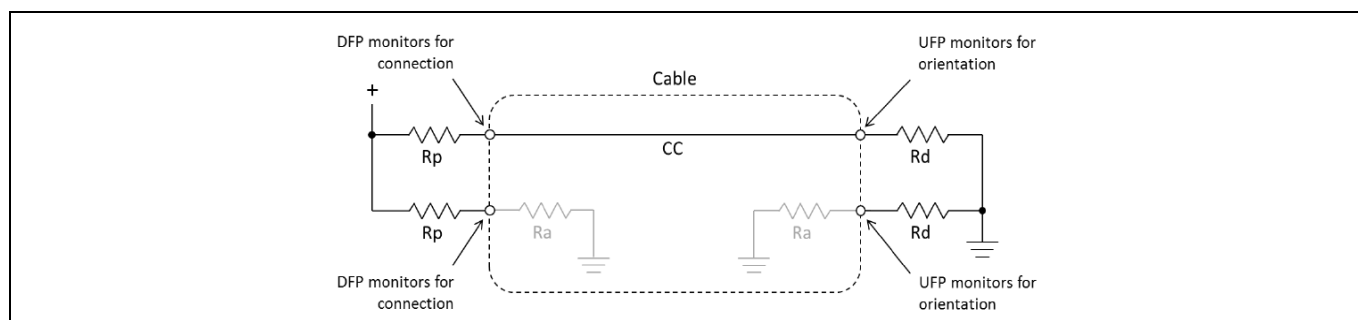

Figure 4 Type-C 接続方向の検出 1
Figure 4 に示すように、Type-C ダウンストリーム対向ポート (DFP) は終端抵抗 R_p をその CC ピン (CC1、CC2) に接続し、Type-C アップストリーム対向ポート (UFP) は終端抵抗 R_d をその CC ピンに接続します。特に USB 接続でのデータフローと関連付けられた DFP は通常、PC やハブなどのホスト上のポートです。デバイスはこれらのポートに接続します。初期状態では DFP は VBUS と VCONN へ電源を供給します。一方 UFP はホストに接続するデバイスやハブ上のポートです。初期状態では UFP は VBUS から電源供給を受けます。
これらのケーブルは Figure 4 に示すように終端抵抗 R_a を VCONN ピンに接続します。CC ピン上の終端抵抗 R_p と R_d は接続イベントを検出しケーブルの方向を識別します。DFP は 2 つの CC ピンの電圧がその未終端電圧より小さいかを監視して接続イベントを検出します。
- Type-C トランシーバーを 1 つと終端抵抗¹ (Figure 4 に示す R_p 、 R_D 、 R_A)、システムレベルの ESD 保護機能 (接触放電: 8kV、気中放電: 15kV) を内蔵